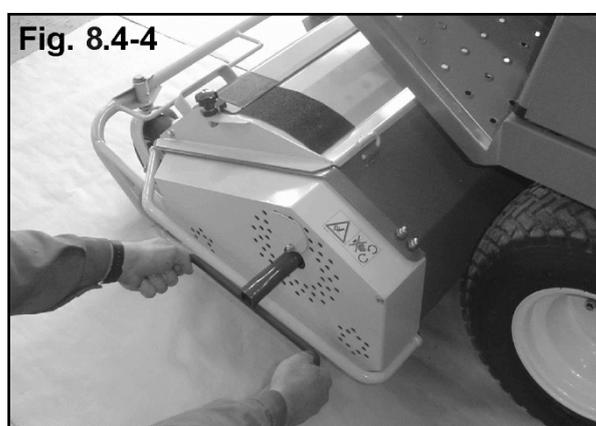

Fig. 8.4-1
3. Abrir la capota del mecanismo de segado con ayuda de la manivela (fig. 8.4-1)